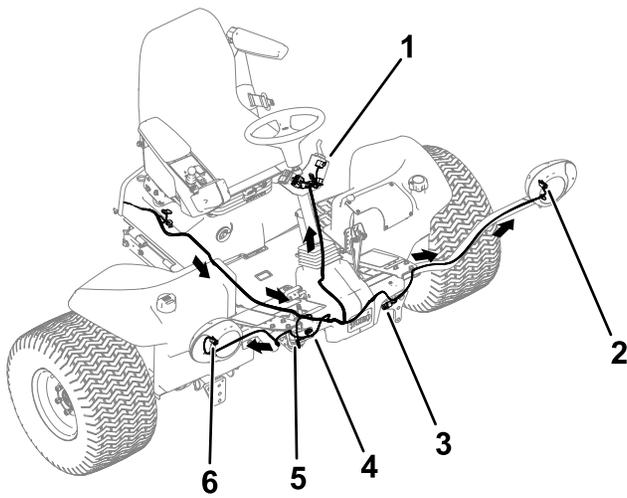

Figure 20
- Acheminez l'extrémité avant du faisceau sous la plate-forme de l'opérateur et vers l'avant de la machine (Figure 20).
2. Faites passer chaque connecteur du faisceau à travers le support de phare approprié et branchez-le au phare (Figure 20).
3. Branchez le fil du faisceau muni des 2 connecteurs à l'avertisseur sonore (Figure 20).
5. Branchez les connecteurs du faisceau du kit d'éclairage aux phares montés sur le carénage (Figure 20).
8. Acheminez le faisceau électrique vers la patte de fixation de colonne sur la colonne de direction (Figure 20).